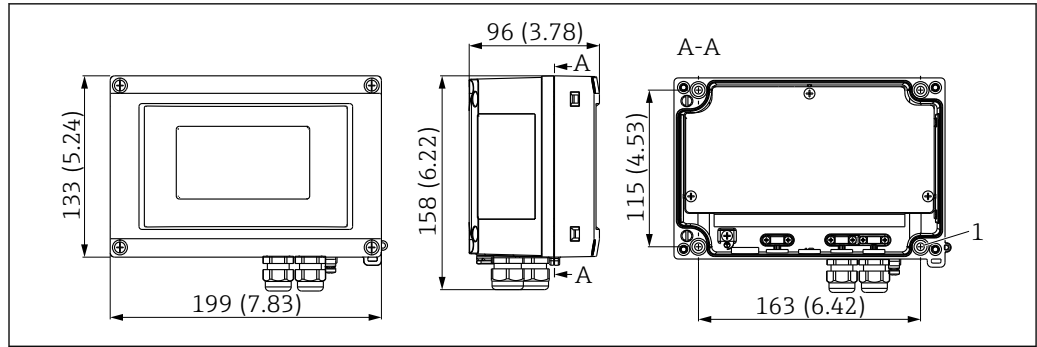

图 1 总线型数显仪的外形尺寸示意图；单位：mm (in)
1. 钻 4 个孔（参见外形尺寸示意图，→ 图 1, 图 8）。